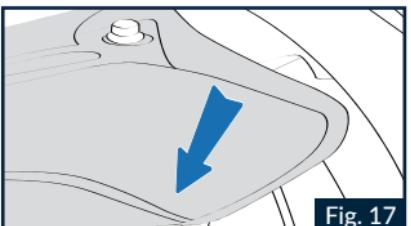

Fig. 17
nizione posteriore e la calotta interna in polistirolo; estrarre poi completamente l'imbottitura del guanciale dal casco (Fig.17).
6.1 Infilare la linguetta posteriore dell'imbottitura di conforto del guanciale sinistro nell'intercapdine presente tra la guarnizione posteriore e la calotta interna in polistirolo (Fig.17).